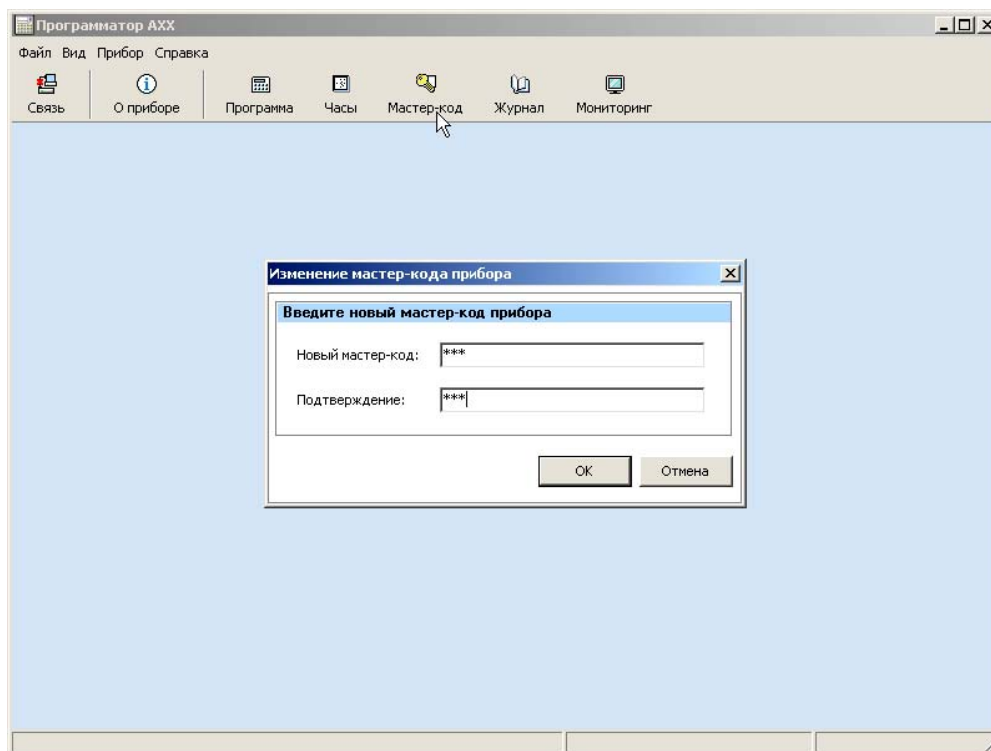

Рисунок 22 – Смена текущего Мастер-кода устройства на новый Мастер-код
2.3.1.5 Сервисная иконка «Мастер-код». При необходимости кликнув на иконку «Мастер-код», возможно произвести смену текущего Мастер-кода на новый, рисунок 22;